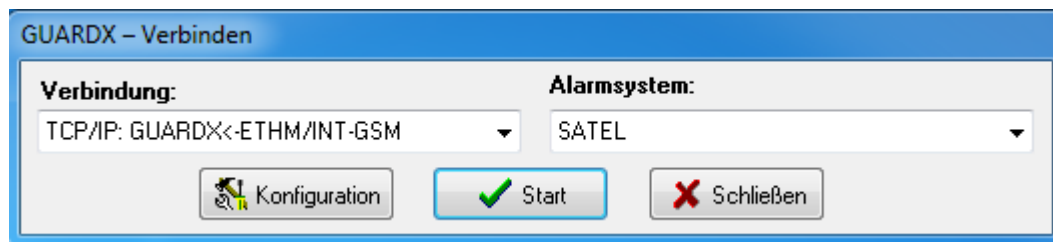

Abb. 20. Programm GUARDX: Startfenster.
Die Einstellungen zur Kommunikation mit dem Alarmsystem können Sie durch Anklicken der Schaltfläche „Konfiguration“ im Startfenster des Programms GUARDX (Abb. 20) konfigurieren.
1. Im Startfenster (Abb. 20), im Feld „Verbindung“ wählen Sie „TCP/IP: GUARDX<-ETHM/INT-GSM“, und demnächst klicken Sie auf die Schaltfläche „Start“. Es wird ein Fenster mit der Information angezeigt, dass das Programm auf Verbindung wartet.
1. Im Startfenster (Abb. 20), im Feld „Verbindung“, wählen Sie „TCP/IP: Server SATEL“, und demnächst klicken Sie auf die Schaltfläche „Start“.